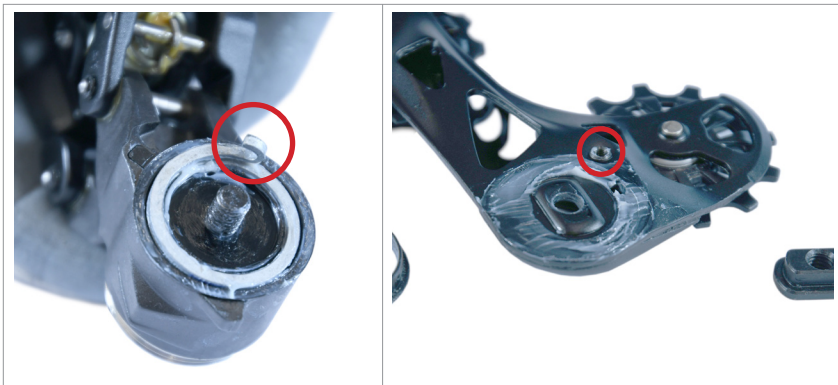

Fig.3
3) Installer le train de galets en accrochant le ressort dans la rainure correspondante, présente dans le train de galets (Fig. 3).